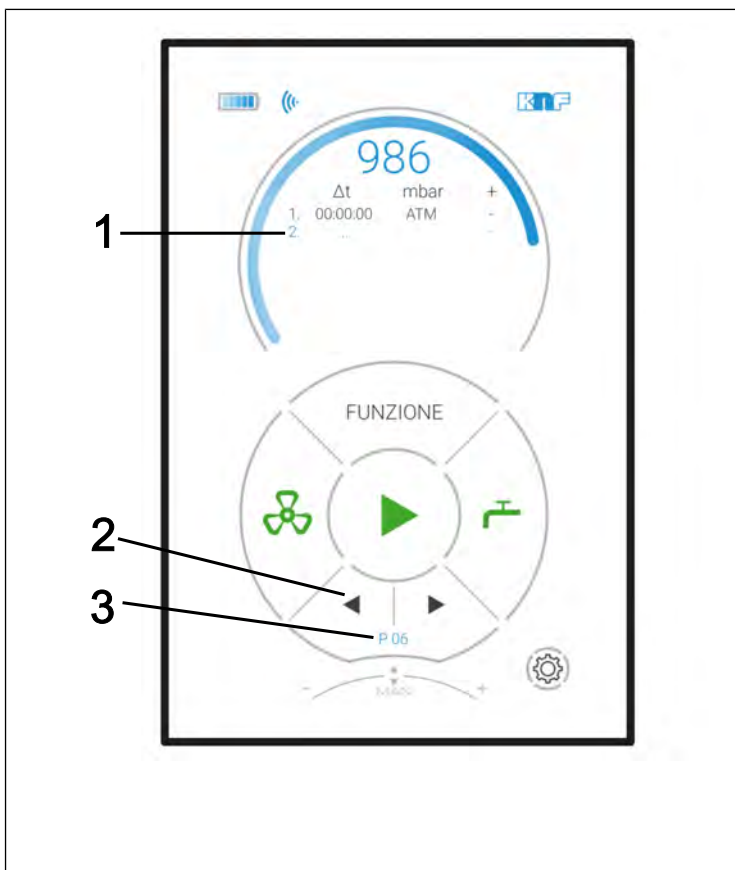

Fig.21: Menu in modalità Funzione
Selezione righe (vedere Fig. 21):
→ premere il tasto di selezione tabelle punti di riferimento (freccia in Fig. 21/2) e selezionare la tabella punti di riferimento desiderata.
**i** È possibile memorizzare fino a 10 diverse tabelle punti di riferimento memorizzato e, all'occorrenza, richiamarle nuovamente. La cifra sul display (Fig. 21/3) indicherà la tabella punti di riferimento attualmente selezionata.